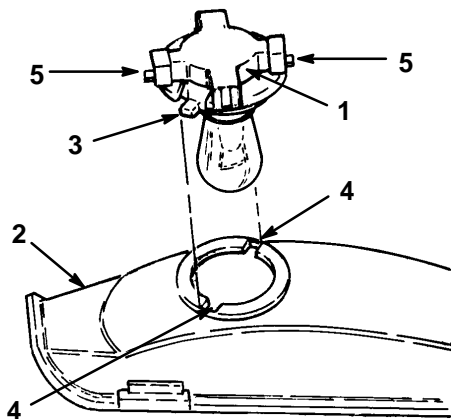

Figure 50
3. Dévisser l'embase d'un quart de tour vers la gauche et la retirer du réflecteur (Fig. 50).
2. L'embase de l'ampoule présente deux languettes (Fig. 50). Aligner ces languettes face aux rainures du réflecteur, insérer l'embase dans le réflecteur et la visser à fond d'un quart de tour vers la droite.